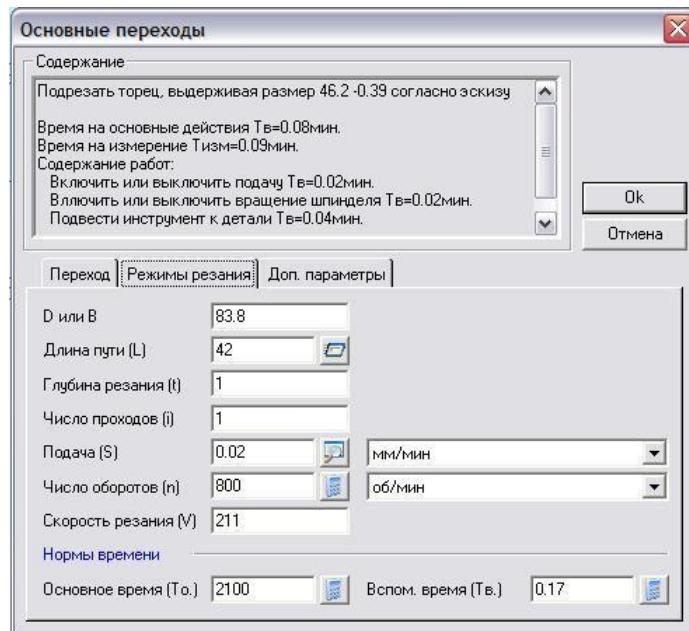

Рисунок 15. Диалог объекта «Основные переходы». Вкладка «Режимы резания»
10. Нажмите кнопку «Да». В результате выполненных действий у Вас должно получиться следующие результаты см. рис. 15.